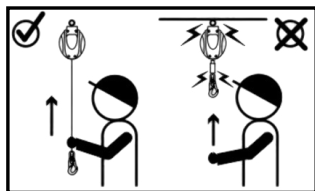

Fig. 2
- Tire de la cable de seguridad continuamente. Debe ir suave. Tire rápidamente dos o tres veces y verifique si está acoplado sin deslizamiento. Si el cable no se retrae completamente de vuelta a la carcasa después del servicio, no la suelte. De lo contrario, la cable se retraerá a alta velocidad, lo que puede dañar las partes internas del equipo. (ver Fig.2)